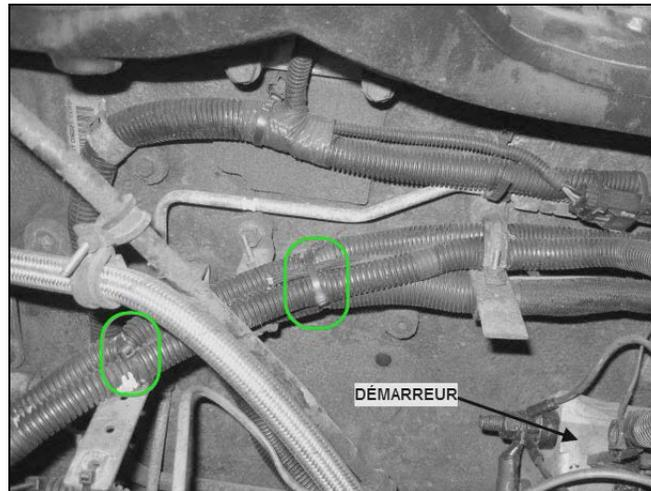

Fig.8 Câbles de puissance vers le démarreur
5. S'assurer que le câblage est correctement fixé jusqu'au démarreur. Ajouter des attaches de câblage au besoin. (Fig.8)